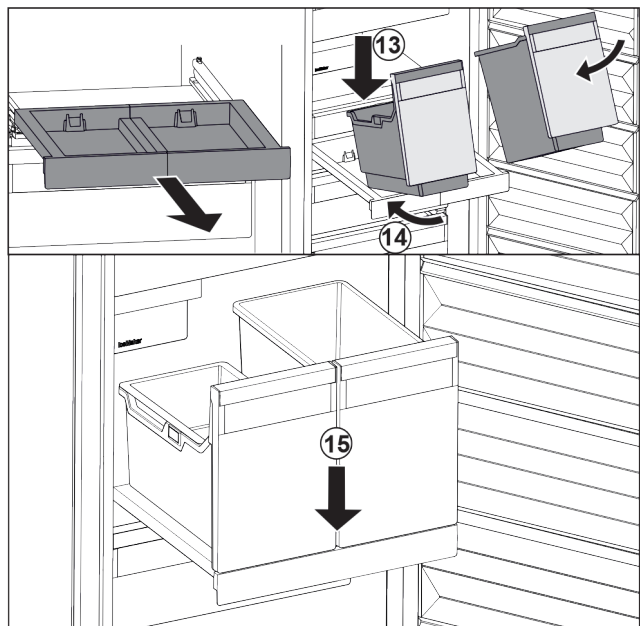

Fig. 95
- ▶ Aseta säiliö vinosti vetotasolle. Fig. 95 (13)
- ▶ Työnnä säiliötä vinosti taakse. Fig. 95 (14)
- ▶ Laske säiliö edestä alas. Fig. 95 (15)